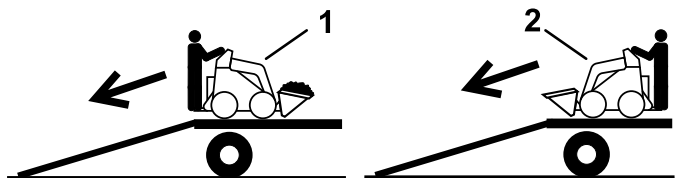

図 9
- 機体の前後のうち重い方を上登り側にし、荷を低くして降ろす 図 9。